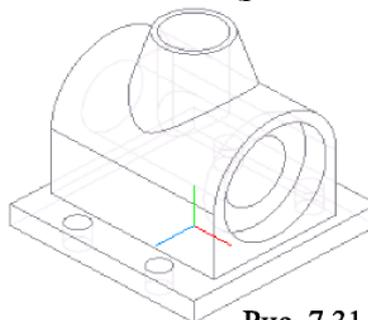

Рис. 7.31
12. Применяем к полученному эскизу команду  Вырезать выдавливанием, На расстояние - 10 (рис. 7.31).